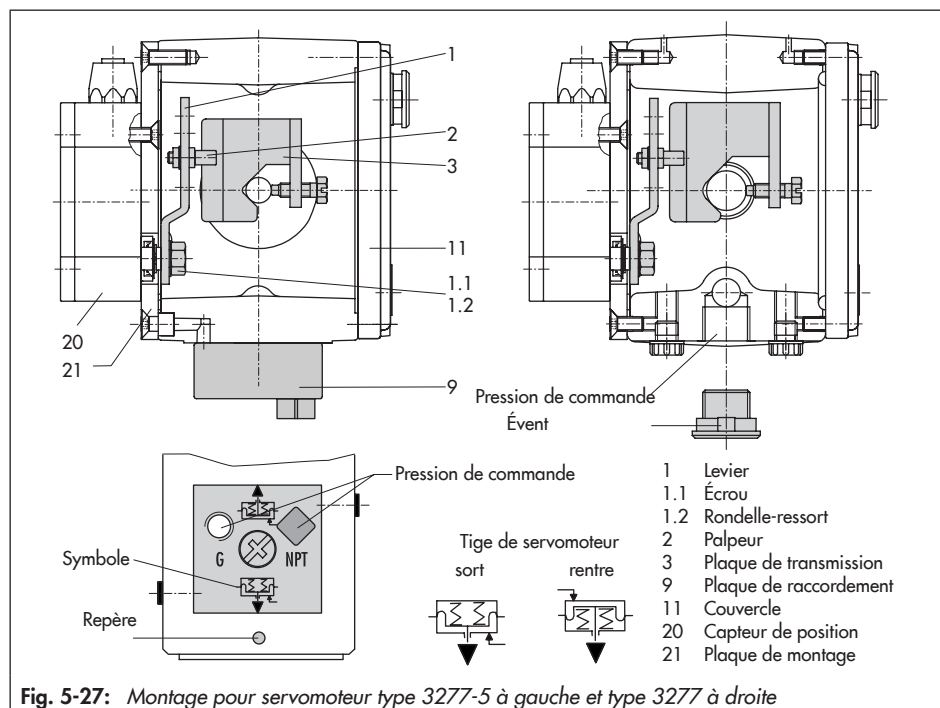

Fig. 5-27: Montage pour servomoteur type 3277-5 à gauche et type 3277 à droite
### **Servomoteur type 3277-5 de 120 cm2 (Fig. 5-27)**
La pression de commande du positionneur est transmise à la chambre de membrane du servomoteur par le raccord de la plaque de raccordement (9, Fig. 5-27, à gauche). Visser en premier lieu la plaque de raccordement (9) sur l'arcade du servomoteur.
- Positionner la plaque de raccordement (9) de sorte que les symboles « Tige sort par manque d'air » ou « Tige entre
par manque d'air » se trouvent en face du repère (Fig. 5-27, en bas).